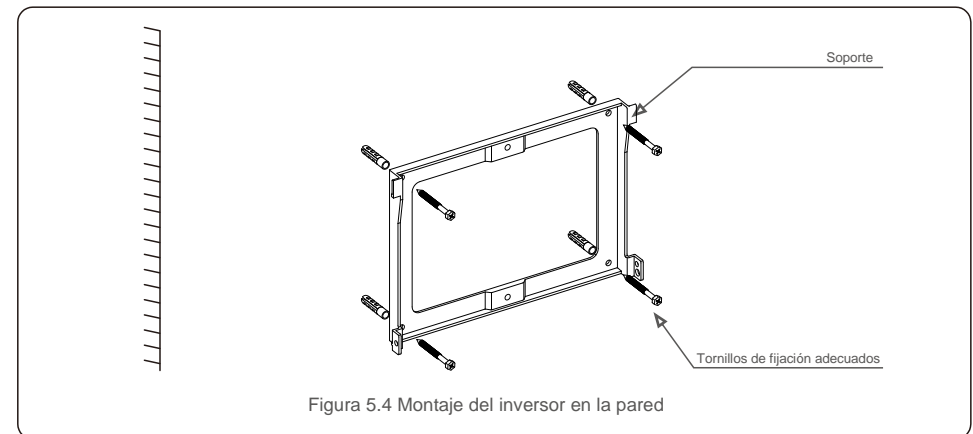
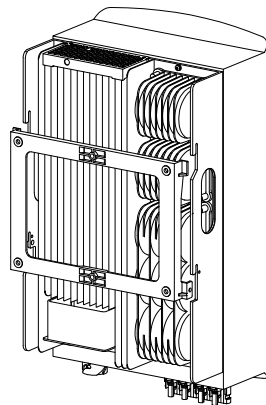

Figura 5.4 Montaje del inversor en la pared
Figura 5.5 Instale el inversor
Consulte la figura 5.4 y la figura 5.5. El inversor debe montarse verticalmente. Los pasos para montar el inversor se enumeran a continuación.
1. Consulte la Figura 5.4, los orificios para el perno de expansión según el diámetro del orificio del soporte (tornillos roscadores de cabeza hexagonal empotrados en cruz ST6.3 *60, tubular expansible HJ0108 de 10*50 mm) usando la perforación de percusión con el taladro de 10 mm deben permanecer verticalmente en la pared. La perforación debe realizarse verticalmente respecto a la pared. La profundidad de todos las perforaciones es de 60 mm.
2. Asegúrese de que el soporte esté horizontal. Asegúrese de que los orificios de montaje (en la figura 5.4) estén marcados correctamente. Taladre los agujeros en la pared con sus marcas.